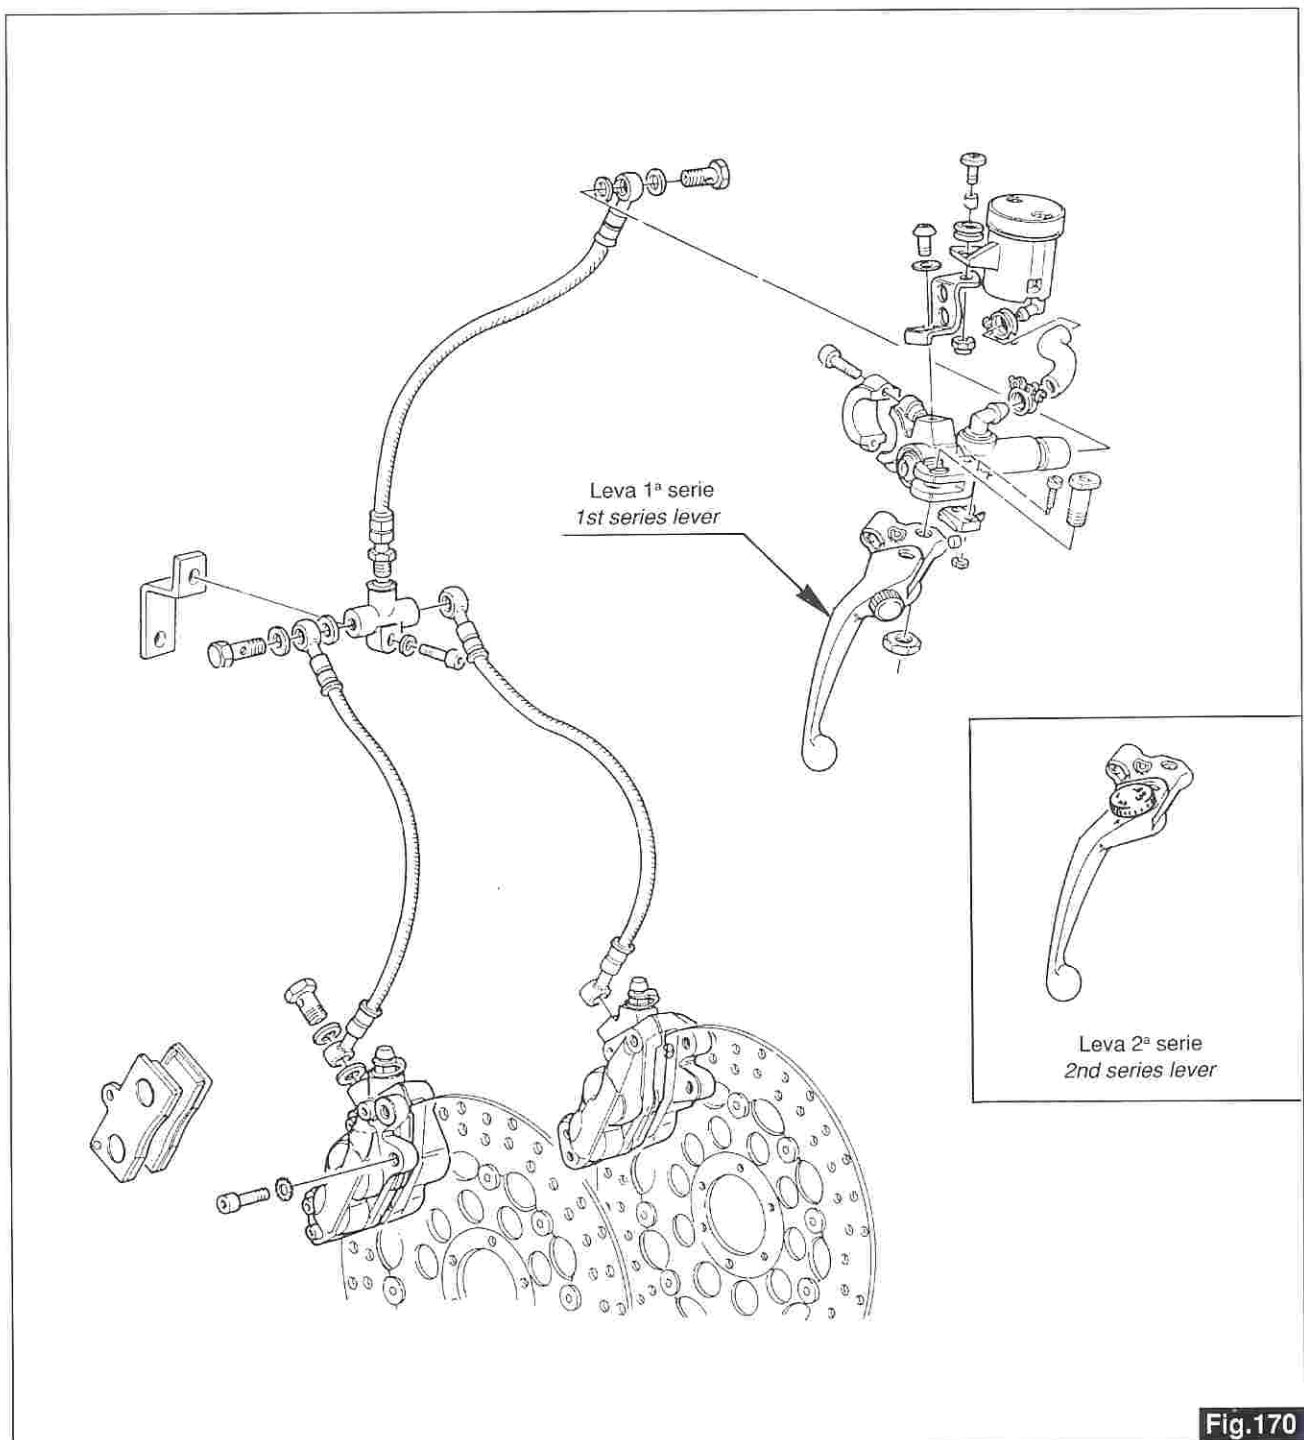

Fig.170
N.B. È stata introdotta in produzione una leva freno nuova che varia dalla precedente per la diversa posizione della ghiera di regolazione (fig. 170).
NOTE: A new brake lever is now produced that differs from the older one in the new position of the adjusting nut (fig. 170).